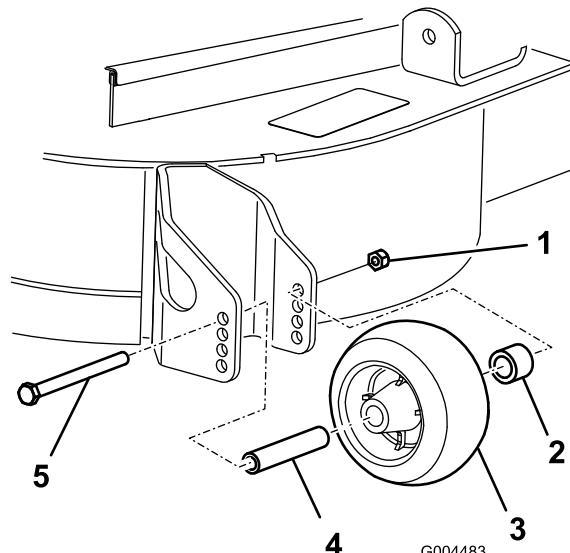

Figura 25
- Después de ajustar la altura de corte, ajuste los rodillos retirando la tuerca con arandela prensada, el casquillo, el espaciador y el perno (Figura 25).
- Instale la tuerca con arandela prensada, el casquillo, el espaciador y el perno. Apriete a 54–61 Nm (Figura 25).